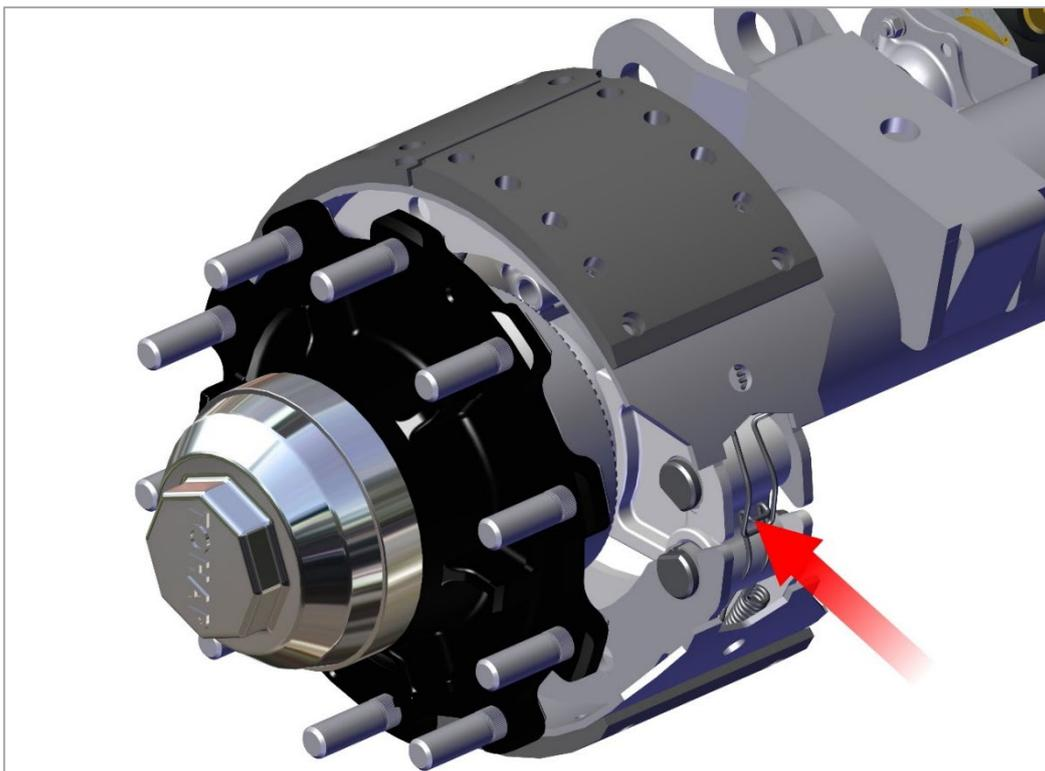

Рис. 17. Зажим пружины
3) Используя отвёртку, освободите зажим пружины из тормозной колодки. Снимите зажим пружины (рис. 17);